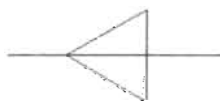

图 8-81
(1) 绘制一条长度为 20 的直线, 在直线上绘制半径为 5 的正多边形, 绘制结果如图 8-81 所示, 命令执行过程如下。